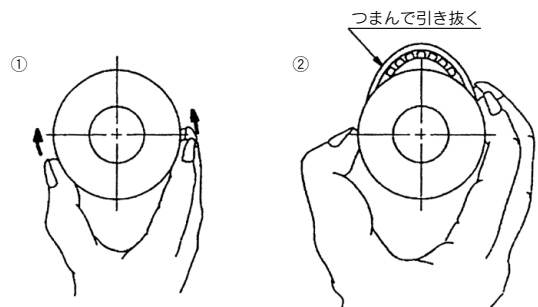

図7
- ②ピストンパッキンの取外し
b. ピストンパッキンの溝は深いため、精密ドライバーではなく、図7のようにピストン周辺的一方からつまんで、押出すようにして浮き出たところを引き抜きます。